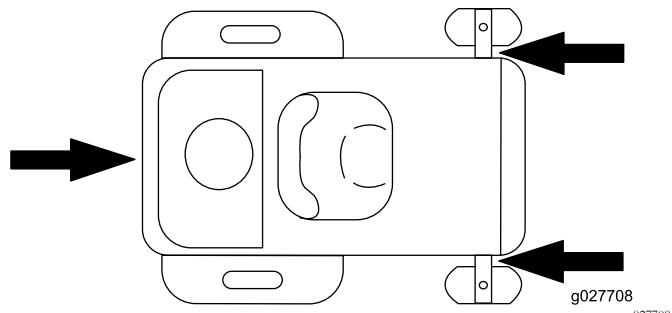

Figura 34
5. Prenda a máquina perto das rodas giratórias frontais e pára-choques traseiro (Figura 34).